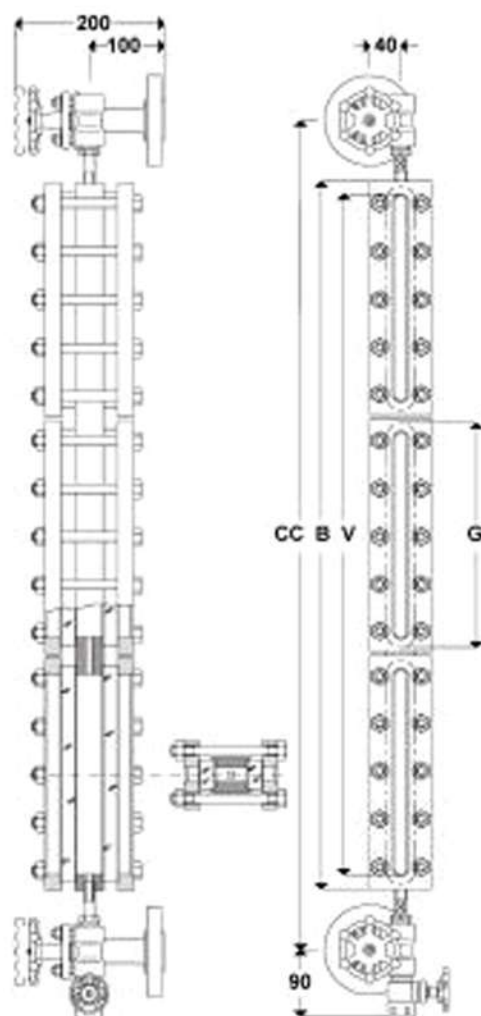

Fig. 843.1
- Secondo la posizione destra o sinistra delle valvole rispetto al corpo, gli indicatori vengono chiamati destri o sinistri. La Fig. 843.1 rappresenta un indicatore sinistro. In generale sulle caldaie vengono installati due indicatori di livello, uno destro e uno sinistro.
- Interasse tra gli attacchi (CC)